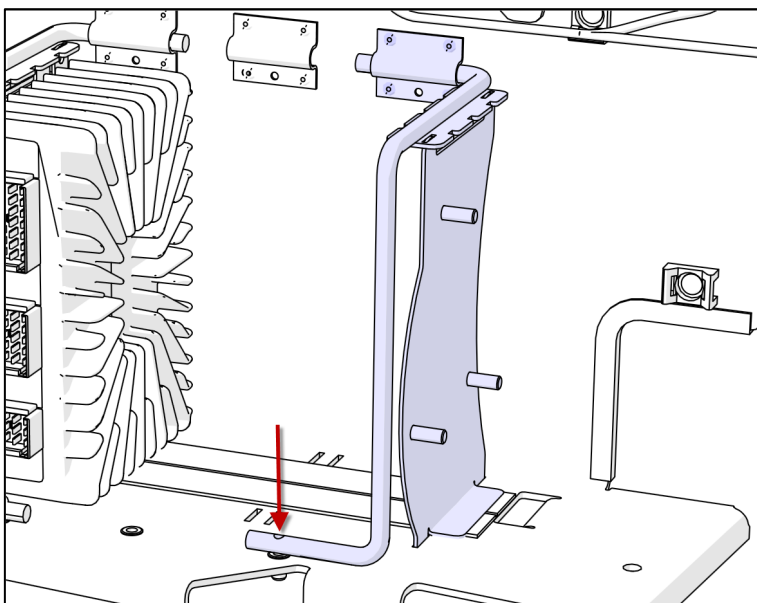

FIGURE 13: ASSEMBLAGE DU SUPPORT
- 2- Débrancher le fil Sw83.Ign à A36JB broche 2, (Figure 13) couper le terminal et épisser avec le fil R21A.B du harnais et le connecter au relais 21, borne B (fil 16AWG GXL blanc avec épissure).
- 3- Débrancher le fil A36JA.17 à A36 JA broche 17 (Figure 13) et sceller avec du tube thermoretrécissable à double mur.
(Figure 13).
- 9- Brancher le fil du harnais **A36JA:17** à A36JA broche 17 (18AWG orange). (Figure 13).
- 10- Brancher le fil du harnais **A36JA:18** à A36JA broche 18 (18AWG orange). (Figure 13).
- 11- Brancher le fil du harnais **A36JA:10** à A36JA broche 10 (18AWG orange). (Figure 13).